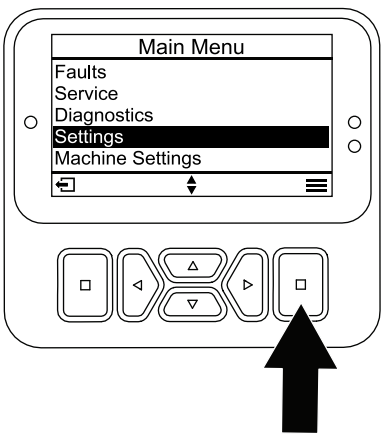

Figura 18
- En el MENÚ PRINCIPAL (Main Menu), vaya a SETTINGS (Ajustes) y pulse el botón Seleccionar (Figura 18).